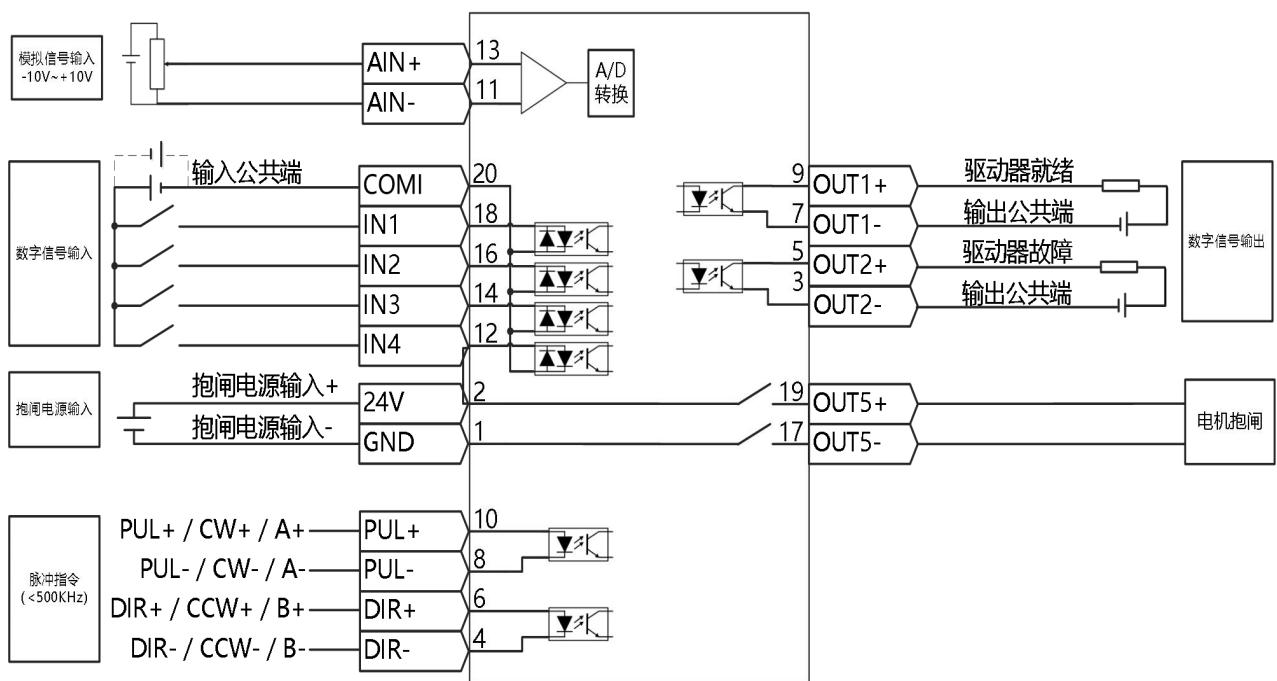

图 3-3 外部输入输出口接线图
- 图 3-3 输出口为 NPN 接线方式, PNP 接线方式如图 3-4 所示。